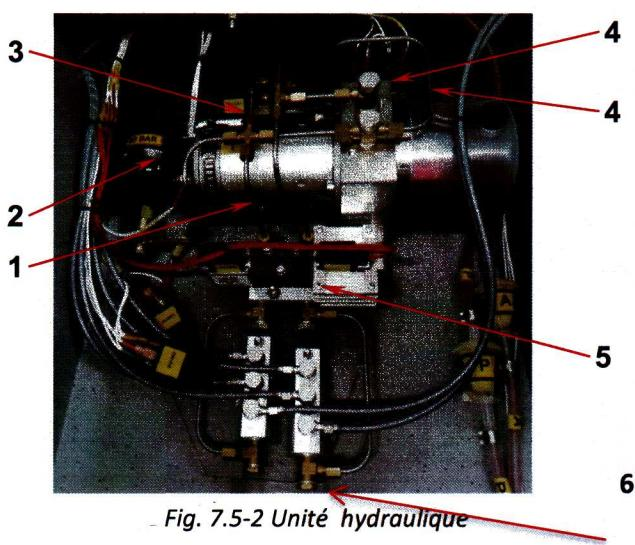

Fig. 7.5-2 Unité hydraulique
Le système hydraulique se compose d'une unité hydraulique située sous le siège du co-pilote et de vérins hydrauliques qui permettent la rentrée et la sortie des jambes du train d'atterrisseage (fig. 7.5-2). La pompe hydraulique (1) fournit la pression qui est envoyée vers l'accumulateur hydraulique (2), la valve de retour (3), les capteurs de pression (4) et le distributeur 4-voies 3-positions (5). Les capteurs de pression contrôlent la pression du liquide hydraulique dans le système pour déclencher ou arrêter la pompe. Le distributeur 4-voies 3-positions dirige le liquide hydraulique vers les boîtiers de distribution (6) à partir desquels le liquide part vers les vérins en fonction de la position de la commande de train. En cas de panne électrique la valve de retour (3) fait chuter la pression dans le circuit et la sortie en secours est assurée par le poids des jambes de train et l'action des vérins à gaz.